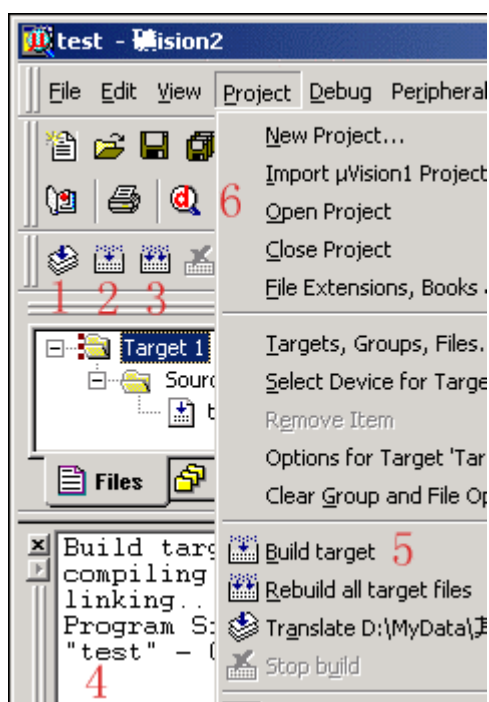

图 1 - 7 编译程序
(6)进入调试模式,软件窗口样式大致如图 1 - 8 所示。图中 1 为运行,当程序处于停止状态时才有效,2 为停止,程序处于运行状态时才有效。3 是复位,模拟芯片的复位,程序回到最开头处执行。按 4 我们可以打开 5 中的串行调试窗口,这个窗口我们可以看到从 51 芯片的串行口输入输出的字符,这里的第一个项目也正是在这里看运行结果。这些在菜单中也有,这里不再一一介绍大家不妨找找看,其它的功能也会在后面的课程中慢慢介绍。首先按 4 打开串行调试窗口,再按运行键,这时就可以看到串行调试窗口中不断的打印“Hello World!”。呵呵,是不是不难呀?这样就完成了您的第一个 C 项目。最后我们要停止程序运行回到文件编辑模式中,就要先按停止按钮再按开启\关闭调试模式按钮。然后我们就可以进行关闭 KEIL 等相关操作了。